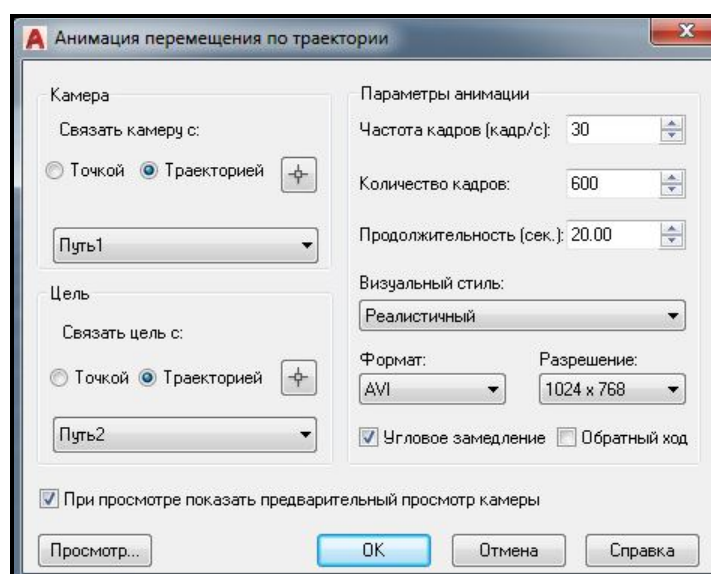

Рисунок 3.116 – Вид окна **Анимация перемещения по траектории** с заданными настройками
1. Выполнив щелчок по кнопке **Анимация перемещения по траектории (Animations Motion Path)**  на панели **Анимация (Animations)**, вызовите диалоговое окно **Анимация перемещения по траектории (Motion Path Animations)** (рис. 3.116).